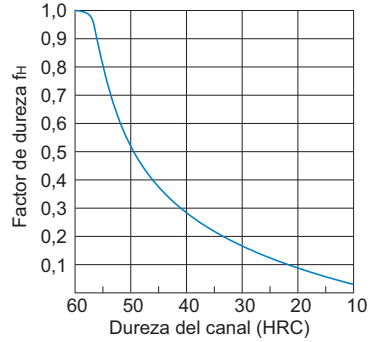

Fig.8 Factor de dureza (f_H)
- C₀ : Capacidad de carga estática básica (dirección radial) (N)
- C_{0L} : Capacidad de carga estática básica (dirección radial inversa) (N)
- C_{0T} : Capacidad de carga estática básica (dirección lateral) (N)
- P_R : Carga calculada (dirección radial) (N)
- P_L : Carga calculada (dirección radial inversa) (N)
- P_T : Carga calculada (dirección lateral) (N)
- f_H : Factor de dureza (consulte Fig.8 en **A1-66**)
f_H : Factor de dureza (consulte Fig.8 en **A1-66**)